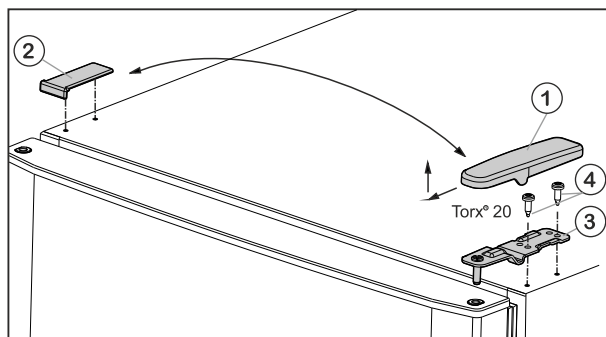

Fig. 6
- Pokrov Fig. 6 (1) snemite s potegom naprej in navzgor.
- Dvignite pokrov Fig. 6 (2).
- Odvijte zgornji ležajni podstavek Fig. 6 (3) (2-krat Torx® 20) Fig. 6 (4) in ga s potegom navzgor snemite.
- ▶ Zgornji ležajni podstavek *Fig. 6 (3)* vstavite na vrata na novi strani s tečaji.
- ▶ Zgornji ležajni podstavek **trdno (s 4 Nm)** privijte (2-krat Torx® 20) *Fig. 6 (4)*. Po potrebi uporabite akumulatorski izvijač.
- ▶ Pokrov *Fig. 6 (1)* na nasprotni strani od zunaj namestite in pripnite.
- ▶ Pokrov *Fig. 6 (2)* na nasprotni strani tudi od zgoraj namestite in pripnite.